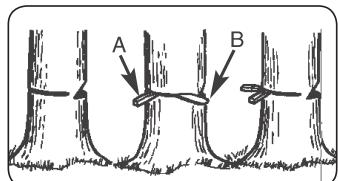

Рис. 10С
ПРЕДУПРЕЖДЕНИЕ: Предварительно наметьте себе путь для выхода (A) и расчистите его от возможных препятствий перед тем как приступить к выполнению срезов. Маршрут к отходу должен быть в направлении, обратном направлению предполагаемого падения дерева, как это показано на (Рис. 10).